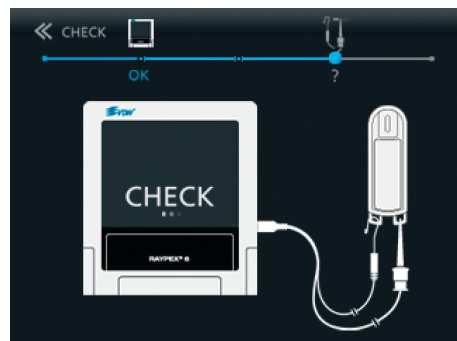

Abb. 33 Anschluss Feilen- + Lippenclip am Prüfstecker
- Verbinden Sie den Feilenclip und Lippenclip (oder einen zweiten Feilenclip) mit den Kontaktbügeln am Prüfstecker, wie auf dem Bildschirm dargestellt (Abb. 33).